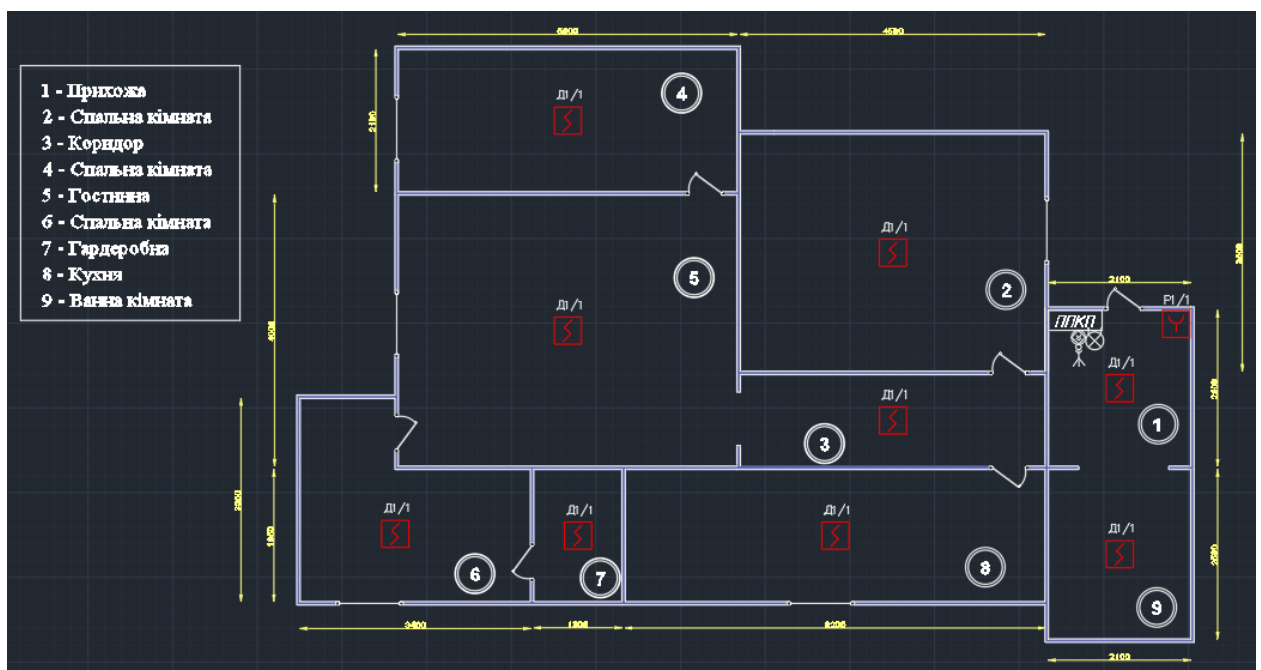

Рисунок 4.3 – Розташування пристроїв в будинку
3. Проставляємо всі елементи, на готовому проекті, зробленому у 1-ому пункті за правилами, які описані в теоретичному матеріалі. На прикладі – Рис. 4.3, датчики диму розташовані в центрі кожної кімнати, з причини не великої площі кожного приміщення, що не дозволяє поставити більше ніж один такий прилад. Ручний сповіщувачі знаходиться на виході, та в найзручнішому місці розташований ППКП. Джміль на даному прикладі не зображений, відсутність даного пристрою у приватних будинках відбувається за бажанням користувача.